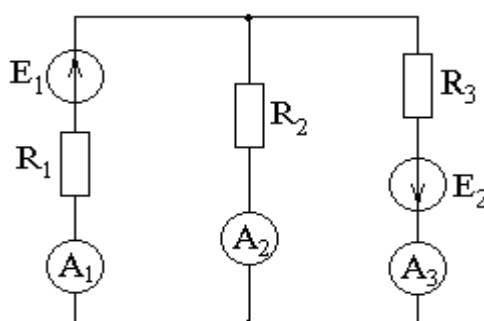

Рисунок 1.2
4) Как для схемы (рисунок 1.2) произвести расчёт токов методом наложения?
1.2.4 Собрать цепь (рисунок 1.2) .
1.3.3 Для схемы (рисунок 1.2) произвести теоретический и экспериментальный расчёт токов методом наложения.
1.3.4 Проверить соблюдение законов Кирхгофа для схемы (см. рисунок 1.2).